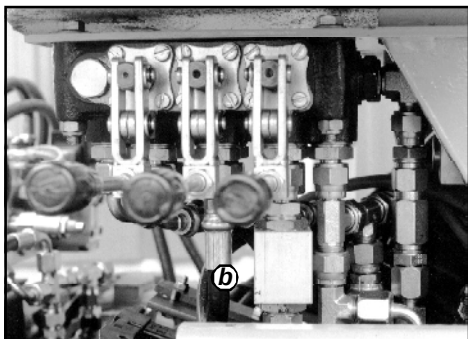

Fig. 4.6 - Leviers de commandes.
- b. Leviers de commandes (de gauche à droite) (Fig. 4.6.):